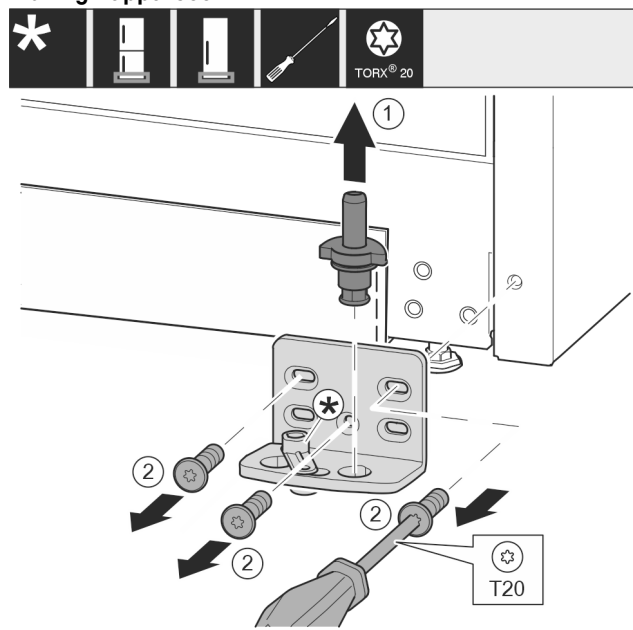

Fig. 10
- ▶ Estrarre completamente il perno di supporto verso l'alto. Fig. 10 (1)
- ▶ Svitare le viti con il cacciavite T20 e rimuovere il blocco di supporto. Fig. 10 (2)